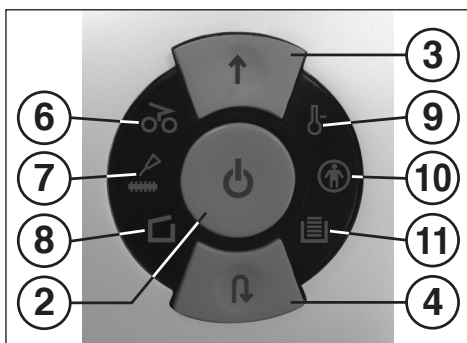

fig. 1
- 8 = Affichage de contrôle « Récipient manque » (Fig. 1)**
- 9 = Affichage de contrôle « Surcharge du moteur » (Fig. 1)**
- 10 = Affichage de contrôle « Blocage utilisateur activé » (Fig. 1)**
- 11 = Affichage de contrôle « Récipient plein » (Fig. 1)**